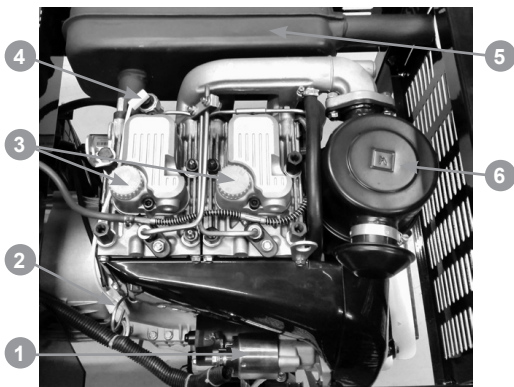
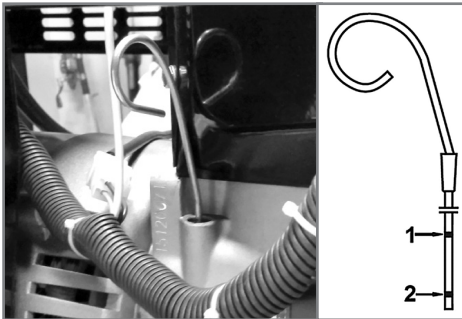

Рис. 2
Рис. 8 Проверка уровня масла в картере
3. Извлеките масляный щуп (Рис. 2 п. 2).
5. Аккуратно вытащите щуп и осмотрите его (Рис. 8). Уровень масла должен соответствовать верхней отметке на щупе. При недостаточном уровне масла в картере необходимо долить чистое масло до верхней отметки на щупе. Для долива масла в двигатель выкрутите крышку маслозаливной горловины в крышке клапанов двигателя (Рис. 2 п. 3) и с помощью воронки залейте необходимое количество масла. После окончательной проверки установите щуп на место и закрутите крышку маслозаливной горловины.
4. Выкрутите крышку маслозаливной горловины (Рис. 2 п. 3).